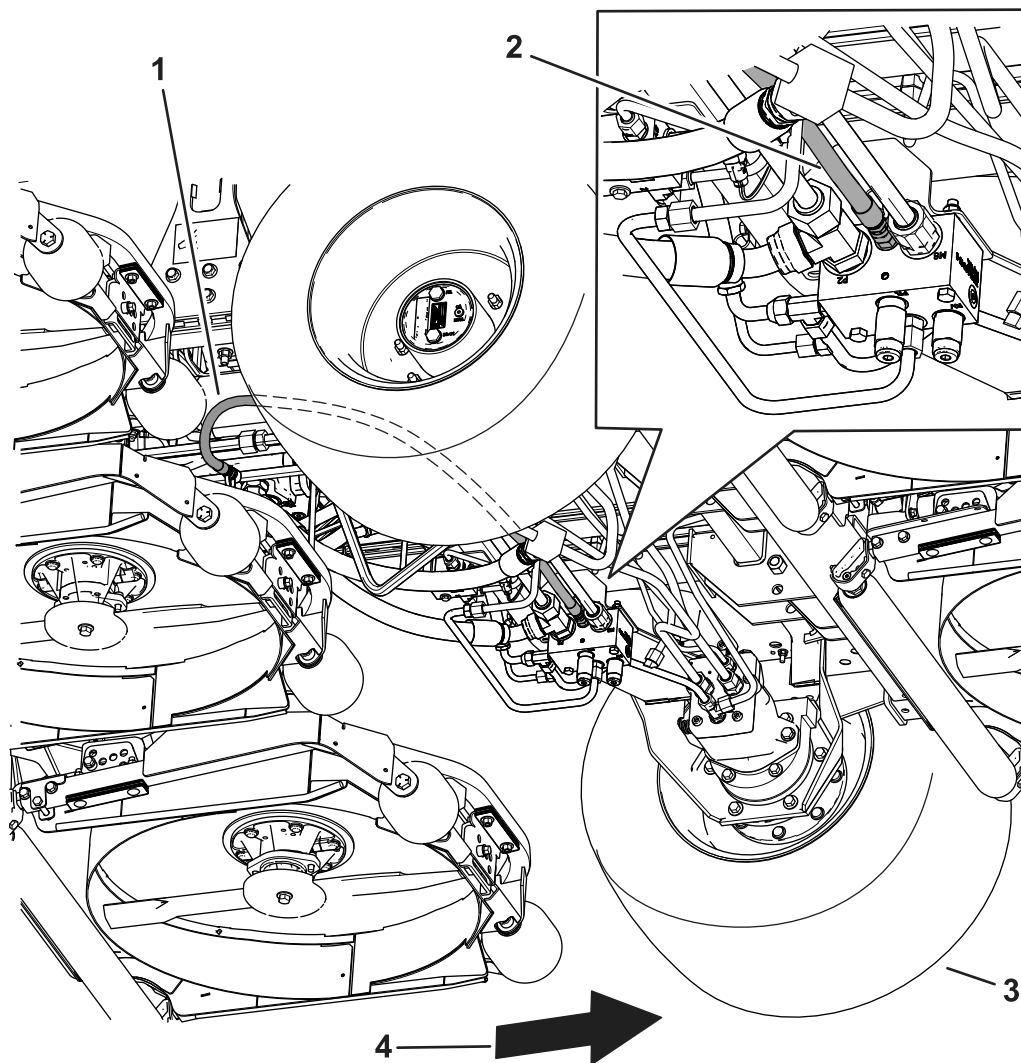

Figura 3
3. Rimuovete il tappo dalla porta nel collettore della trazione posteriore (Figura 3). Scartate questo tappo.
5. Montate il tubo flessibile sul collettore della trazione posteriore tra le porte M8 e P2 come mostrato nella Figura 3.